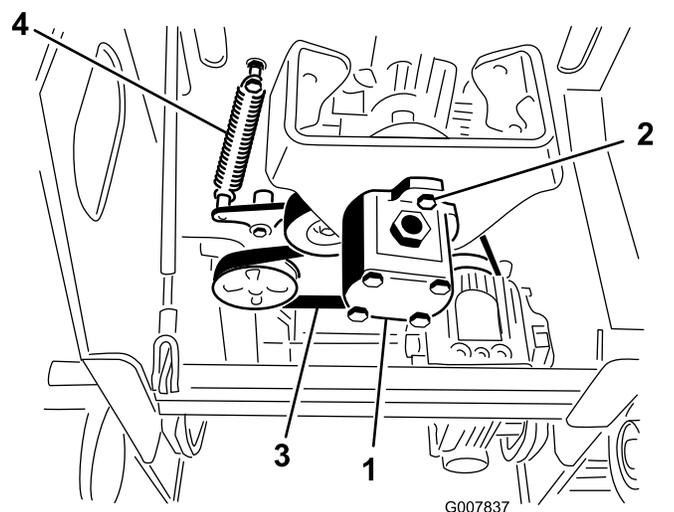

図 49
5. ポンプボルト2本をゆるめる **図 49**。
6. ポンプを右方向にひねってプーリから外す **図 49**。
7. スプリングプラー 特殊工具代理店でお求めくださいまたは頑丈な金属製のフックを使って、アイドラプリーのスプリングをボルトから引き離し、ベルトのテンションをゆるめる **図 49**。